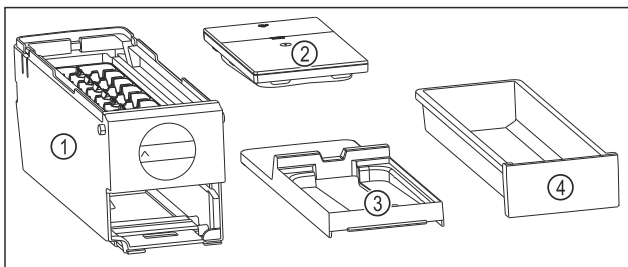

Fig. 81 Componenti dell'EasyTwist-Ice
- ▷ L'EasyTwist-Ice è scomposto in quattro parti. (vedere Fig. 81)
- ▶ Smontare l'EasyTwist-Ice scomponendo solo gli elementi rappresentati in figura. (vedere Fig. 81)
- ▶ Pulire l'intero corpo dell'EasyTwist-Ice Fig. 81 (1).